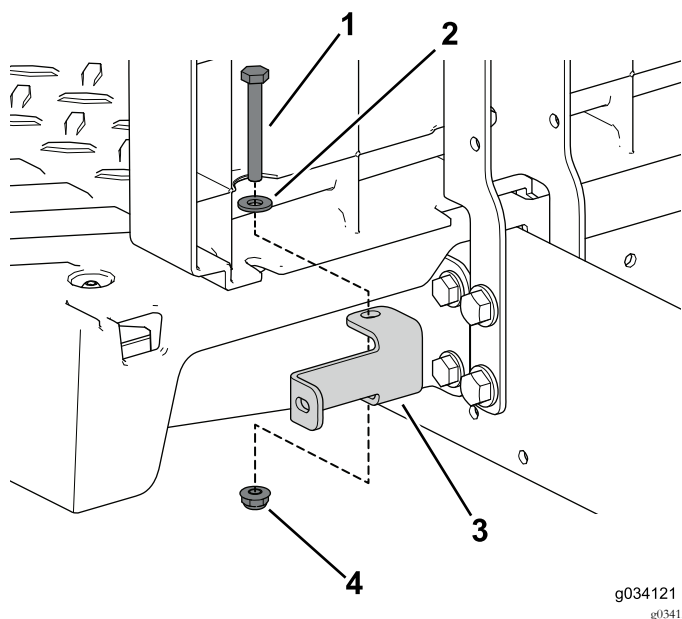

Figura 41
6. Utilice los 2 pernos ($1/4"$ x $2"$), una arandela y una contratuerca para sujetar los soportes de panel izquierdo y derecho a la máquina (Figura 41).
- Utilice los 2 pernos (1/4" x 2"), una arandela y una contratuerca para sujetar los soportes de panel izquierdo y derecho a la máquina (Figura 41).